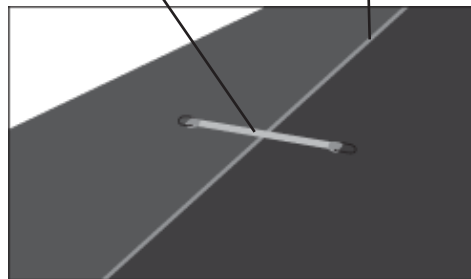

Fig. 1
- Placez la plaque d'ancrage en fonction de la surface sur laquelle elle sera montée, soit un faite de toit, soit une surface plane. Reportez-vous à la figure 1.